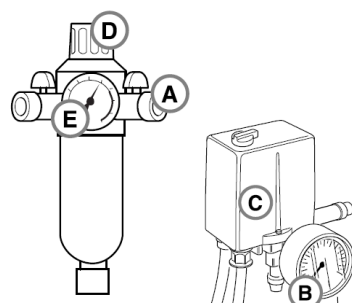

Abb. 8: Einschalten
- Bei der ersten Einschaltung, den Kompressor zehn Minuten lang mit ganz geöffnetem Luftablassventil A laufen lassen (Abb.8). Danach das Ventil A schließen und kontrollieren, dass sich der Behälter füllt und der Kompressor sich automatisch bei Erreichen des auf dem Etikett angegebenen Höchstdrucks (am Manometer B ablesbar, Abb.8) ausschaltet.
- Nun können Sie sich von der außerordentlich einfachen Funktionsweise des Kompressors überzeugen. Der Betrieb wird durch den Druckschalter C (Abb. 8) gesteuert, welcher den Motor bei Erreichen des Höchstdrucks abschaltet und diesen nach dem Absinken des Drucks auf den Mindestwert (etwa 2 Bar unter dem Höchstwert) automatisch wieder einschaltet.